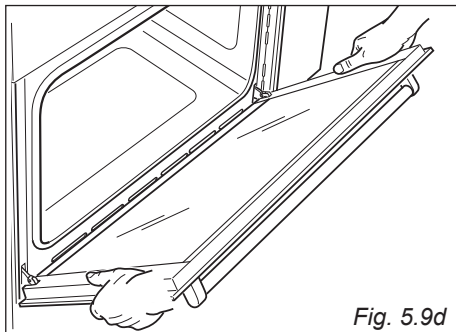

Fig. 5.9d
- Impugnare la porta come illustrato in fig. 5.9d.